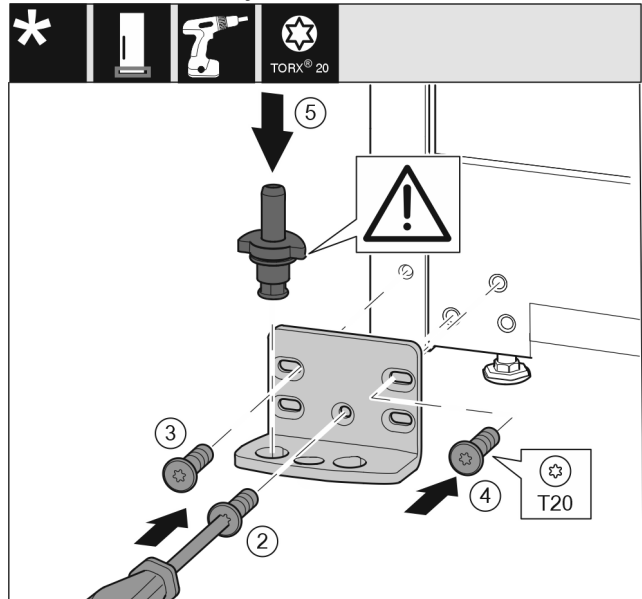

Fig. 15
- ▶ Lagerbus op de andere kant aanbrengen en met behulp van een schroevendraaier T20 vastschroeven. Met schroef 2 onder in het midden beginnen. Fig. 15 (2)
- ▶ Schroef 3 en 4 vastschroeven. Fig. 15 (3,4)
- ▶ Lagerbout volledig aanbrengen. Let op dat de vergrendelnaak naar achter wijst. Fig. 15 (5)